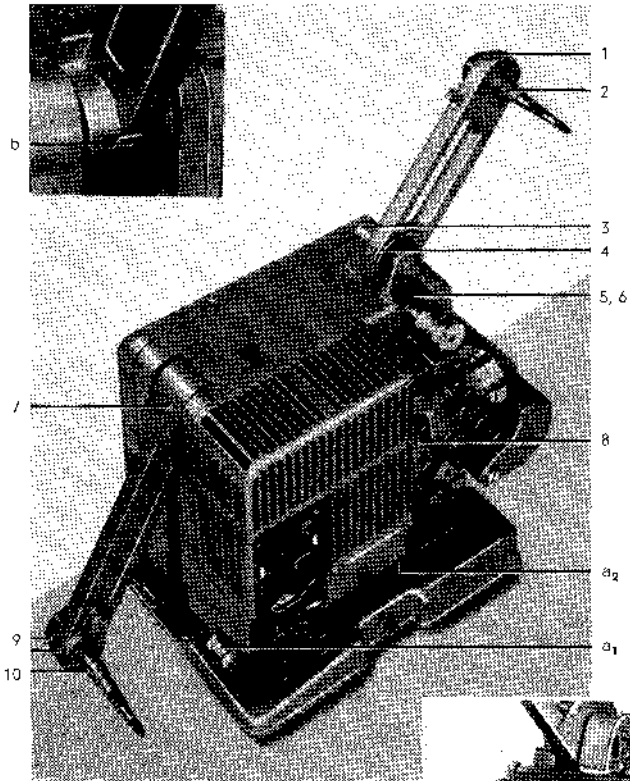

Bild 27
5. Wenn die Umspulgeschwindigkeit zum Schluß stark abzufallen beginnt, Zug der Umspulfriktion mit Hilfe des Bremshebels vermindern (Bild 27/b).
Nach etwa 4 Betriebsstunden die durch rote Punkte gekennzeichneten 13 Ölstellen und die beiden Führungsrollen a_1 und a_2 (Bild 27 und 28) mit Shell-Vitrea-Öl 41 ölen. Danach Projektor einige Minuten ohne Film laufen lassen und das abgespritzte Öl sauber abwischen. Besondere Aufmerksamkeit den Ölstellen 4, 5, 6, 9, 11 und 12 widmen, da sie Getriebe und Schaltorgan versorgen!